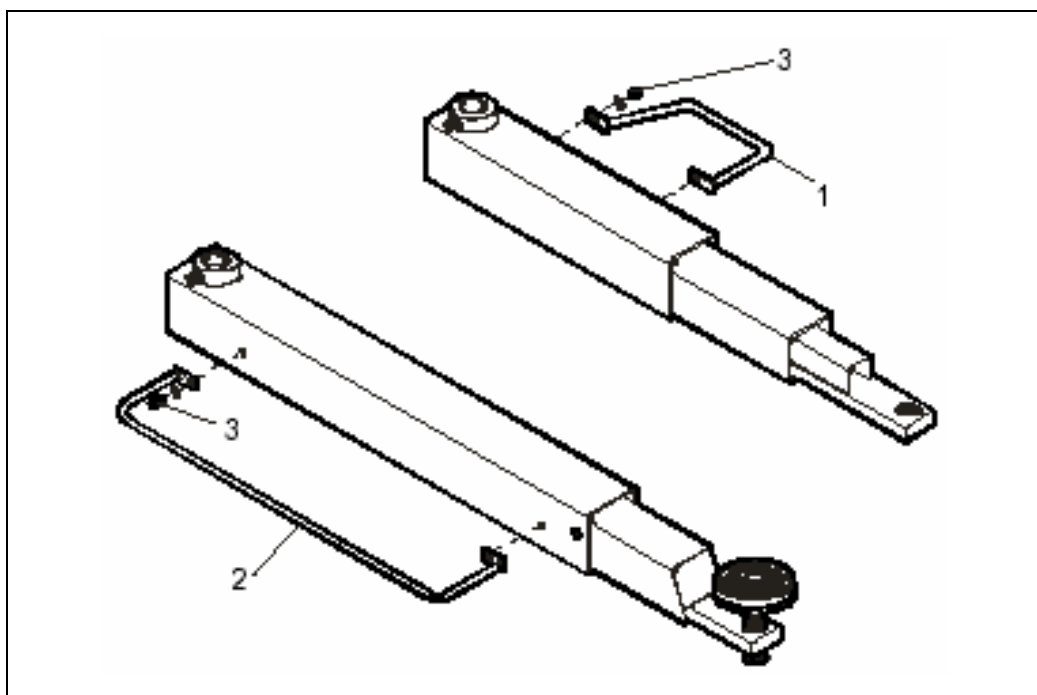

Рис. 51
9. Установите предохранительные устройства для защиты ног на кронштейны (1 и 2, Рис. 51), повернув их выступающими частями в сторону кареток, прикрепив их винтами ТЕ М10х10 с соответствующими шайбами (3) (Рис.51).